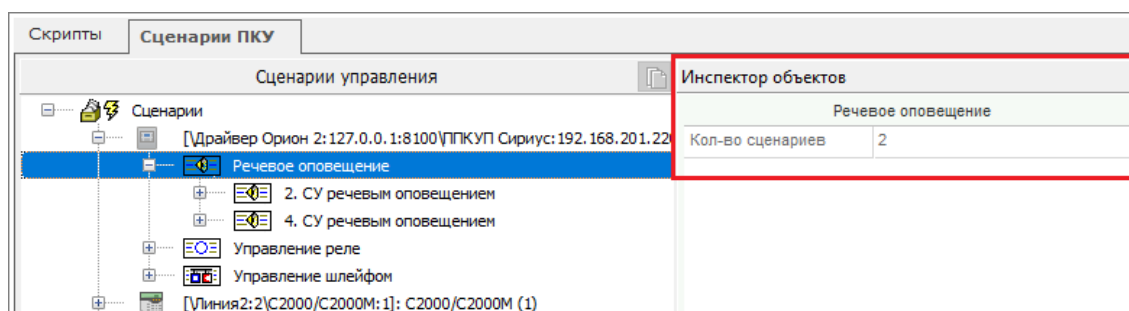

Рисунок 6-622 Информация в инспекторе объектов для типа аппаратного сценария
- при выборе в дереве сценариев узла «Тип аппаратного сценария» в инспекторе объектов отображается количество аппаратных сценариев соответствующего типа (см. Рисунок 6-622), созданных для устройства ПКУ, которому принадлежит выбранный тип аппаратного сценария;